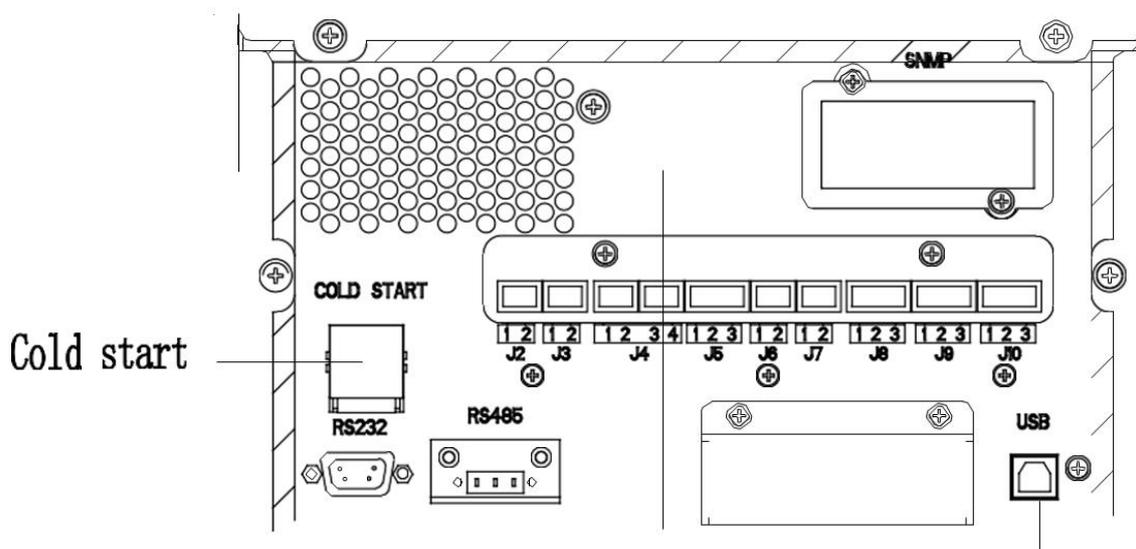

Рис. 5-6 Кнопка холодного запуска ИБП
- б. Нажмите красную кнопку "Cold start" (рис. 5-6). ИБП начнёт работу от батареи.